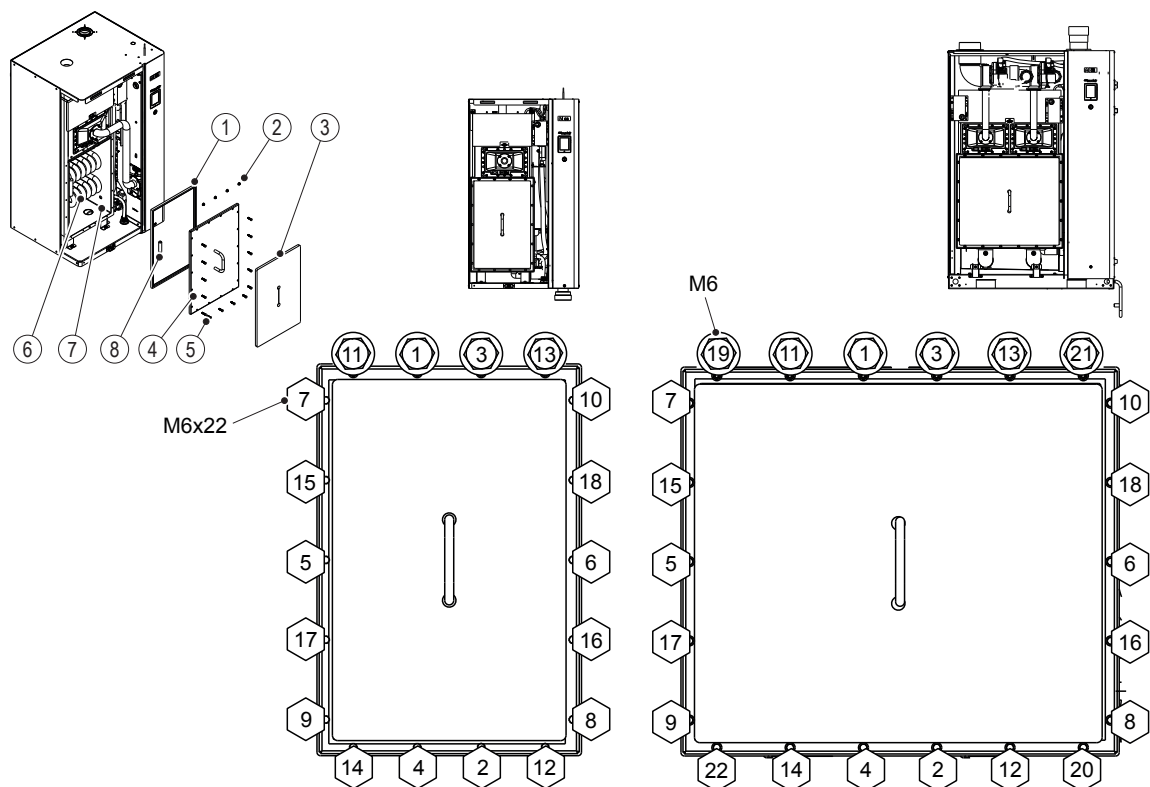

Figure 12 : Séquence de couple de la porte du réservoir
Nettoyez l'intérieur du réservoir, l'extérieur des serpentins de l'échangeur de chaleur principal et le raccord de vidange comme suit. Voir la Figure 12 à la page 57.
**Remarque** : L'ordre de serrage des boulons du couvercle du réservoir est indiqué par les symboles hexagonaux dans la Figure 12 à la page 57. Serrez les boulons avec les doigts et puis avec un clé à la fin du montage.